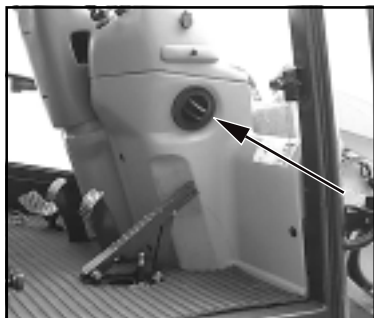

Bild 5-6
(2) Luftstromrichtung an den seitlich angebrachten Ausströmdüsen (Bild 5-6/Pfeil) einstellen.
(1) Selon les besoins, régler le commutateur du ventilateur (5-5/ flèche) dans la position 0, 1 ou 2.
(2) Régler la direction du flux d'air aux sorties d'air latérales (fig. 5-6/flèche).